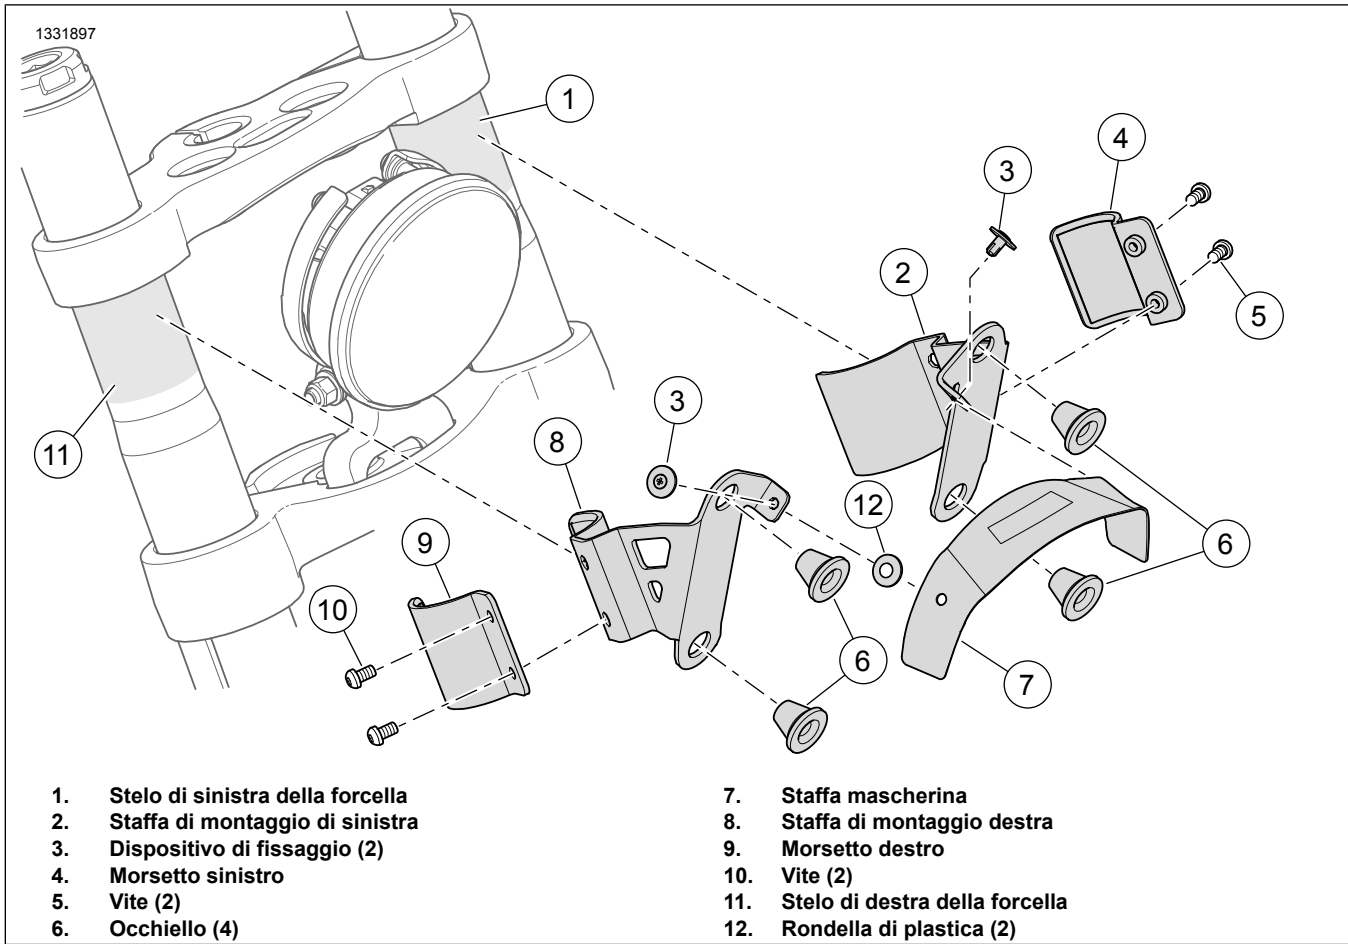

Figura 6. Gruppo della staffa
2. Figura 6 Installare la staffa di montaggio sinistra.
- a. Pulire accuratamente l'area di montaggio sulla forcella sinistra (1).
- b. Installare senza serrare la staffa di montaggio sinistra (2), il morsetto (4) e le viti (5).
- a. Pulire accuratamente l'area di montaggio sulla forcella destra (11).
- b. Installare senza serrare la staffa di montaggio destra (8), il morsetto (9) e le viti (10).
- a. Far aderire la rondella di plastica (12) a ciascun foro della staffa mascherina (7).
- b. Allineare i fori di fissaggio delle staffe (2 e 8) con la staffa della mascherina (7).
- c. Assicurarsi che la staffa (7) sia ben centrata sul faro anteriore.
- d. Installare i tre dispositivi di fissaggio (3) quando tutte le staffe sono correttamente allineate.